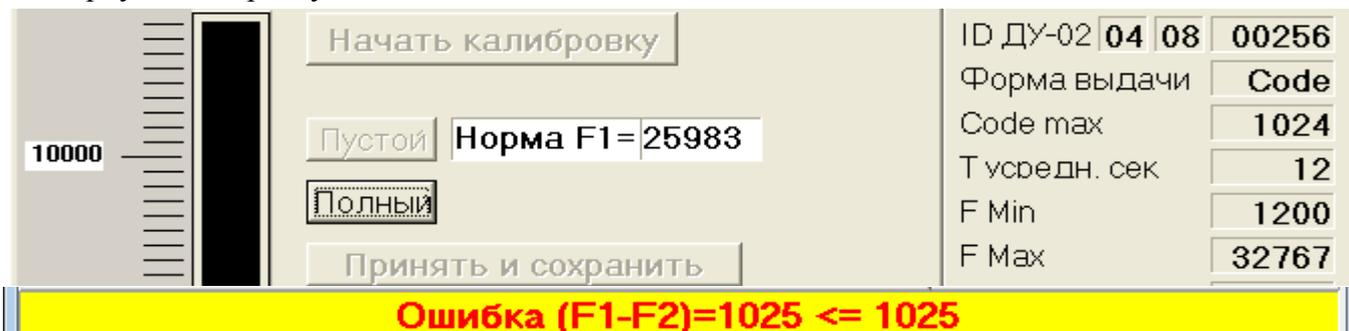

Рис. 10 Фрагмент окна «Калибровка» при ненормальном ходе процесса «Калибровка»
2.5.3 Если после выполнении пункта 2.2.4 появилось окно, показанное на рис. 10, где знак \leq читать как меньше или равно, то причинами этого могут являться следующие нарушения: